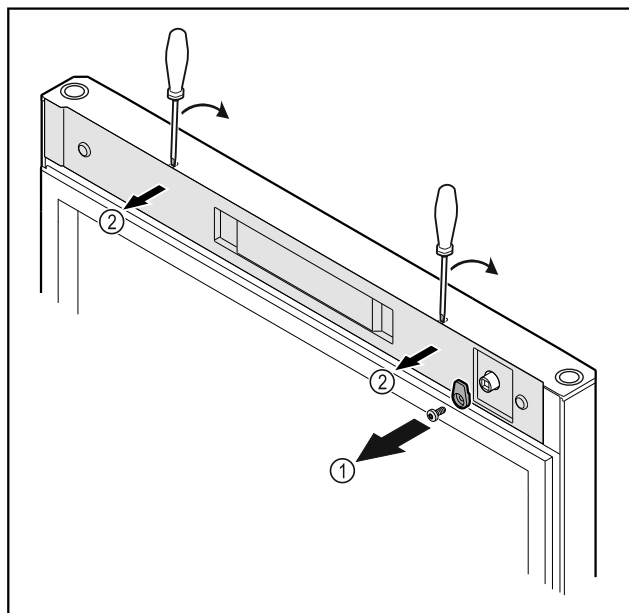

Fig. 53
- Dévisser le crochet de fermeture Fig. 53 (1).
- Décrocher le cache Fig. 53 (2) avec un petit tournevis et le retirer.